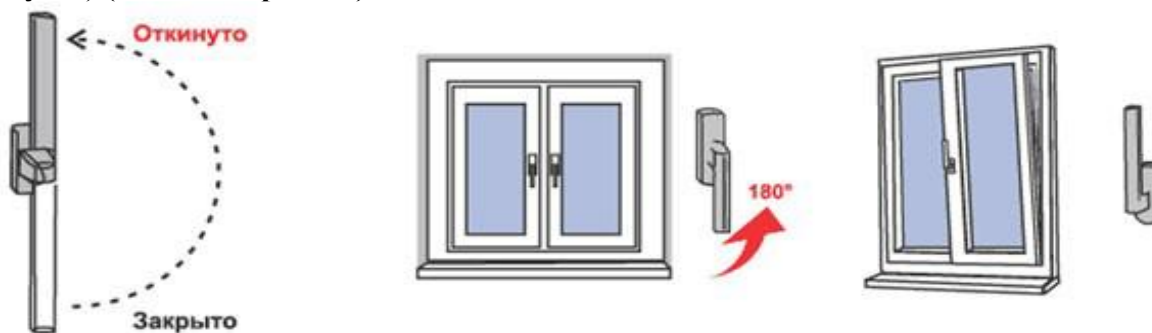

Рис. 2
2. Для перевода створки из закрытого положение в откидное, поворот створки относительно нижней горизонтальной оси, (положение «Откинута» на Рис.2) ручку поворачивают вертикально на 180 градусов вверх, затем, потянув за ручку, поворачивают створку относительно нижней горизонтальной оси на заданный изготовителем угол (не более 10 градусов) (**откидной режим**).
3. Для запираия створки из открытого или откидного положения ее сначала закрывают и, придерживая створку рукой, поворачивают ручку вертикально вниз (положение «Закрыто» на Рис. 2).